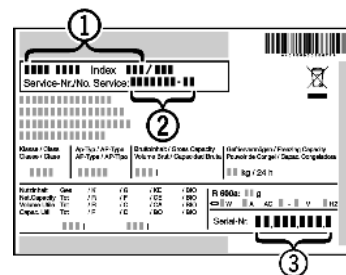

Fig. 33
- ▶ Označení přístroje Fig. 33 (1), servisní číslo Fig. 33 (2) a sériové číslo Fig. 33 (3) naleznete na typovém štítku. Identifikační typový štítek je umístěn na levé vnitřní stěně přístroje.